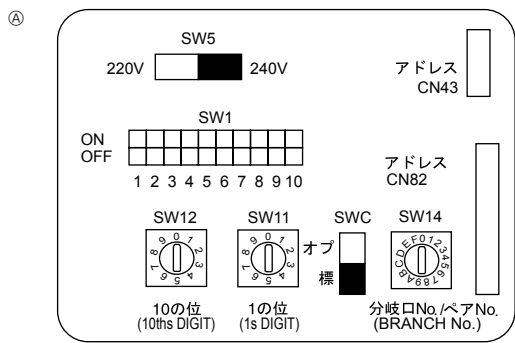

Fig. 7-4
7.5. Configuración de las direcciones (Fig. 7-4)
- ① Cómo configurar las direcciones
④ Tablero de direcciones
7.6. Captar la temperatura de la sala con el sensor incorporado en el mando a distancia (Fig.7-4)